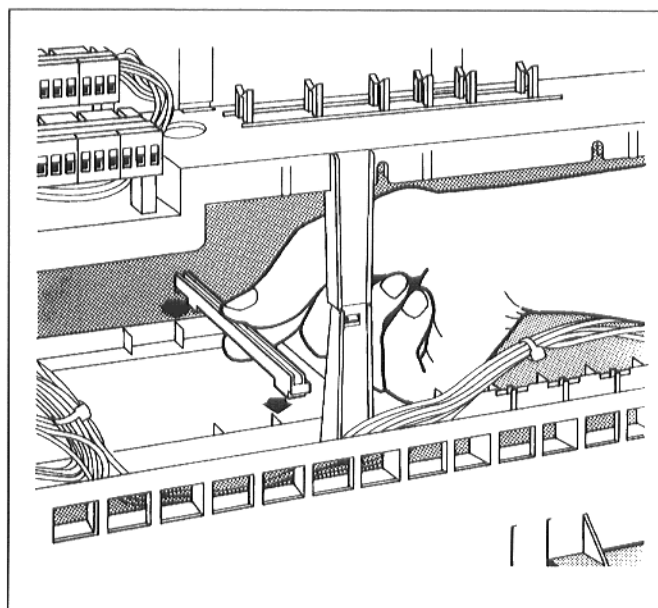

Fig. 3: Insertar los rieles-guía
- Insertar arriba y abajo los rieles-guía (fig. 3).